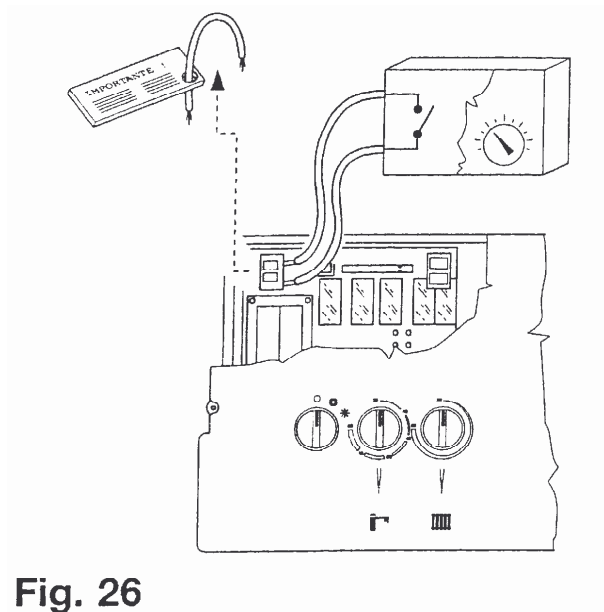

Fig. 26
- **un termostato ambiente**; si sceglierà di preferenza un termostato ambiente di qualità a debole differenziale, che verrà collegato ai relativi morsetti **C** e **D** (dopo aver tolto l'alimentazione elettrica) mediante un filo a due conduttori conforme alle norme ed ai regolamenti vigenti (Fig. 26);